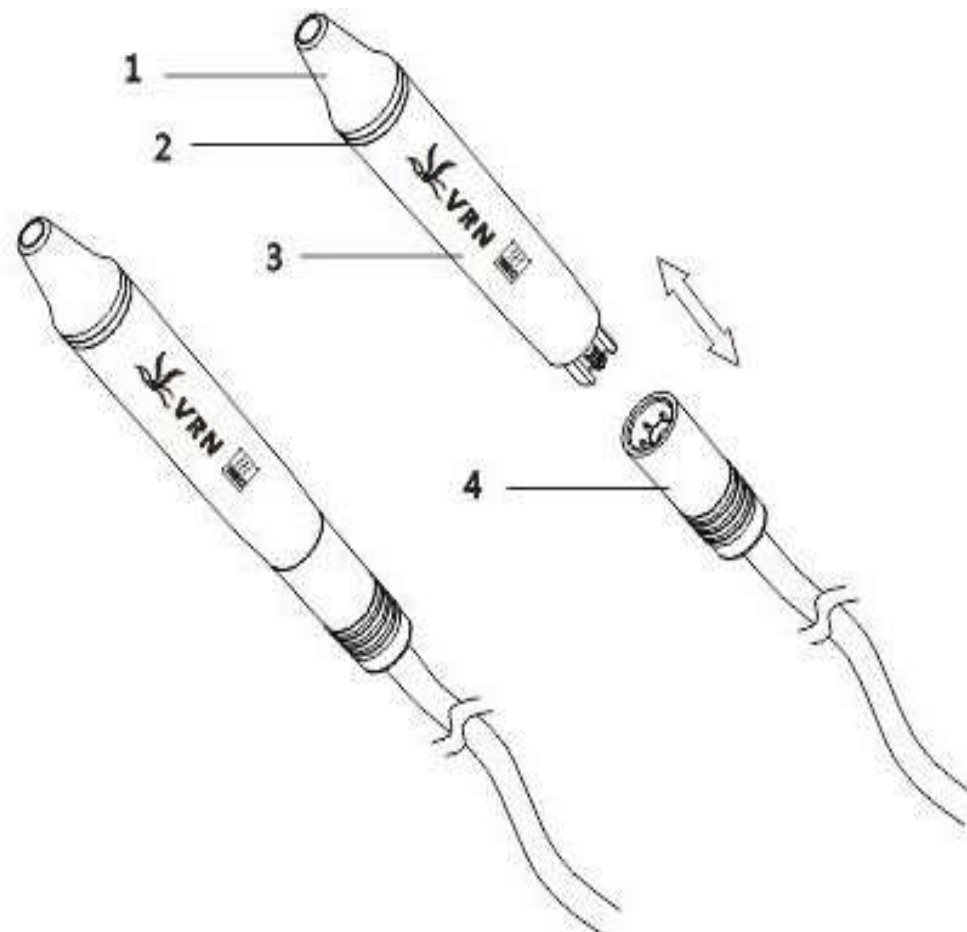
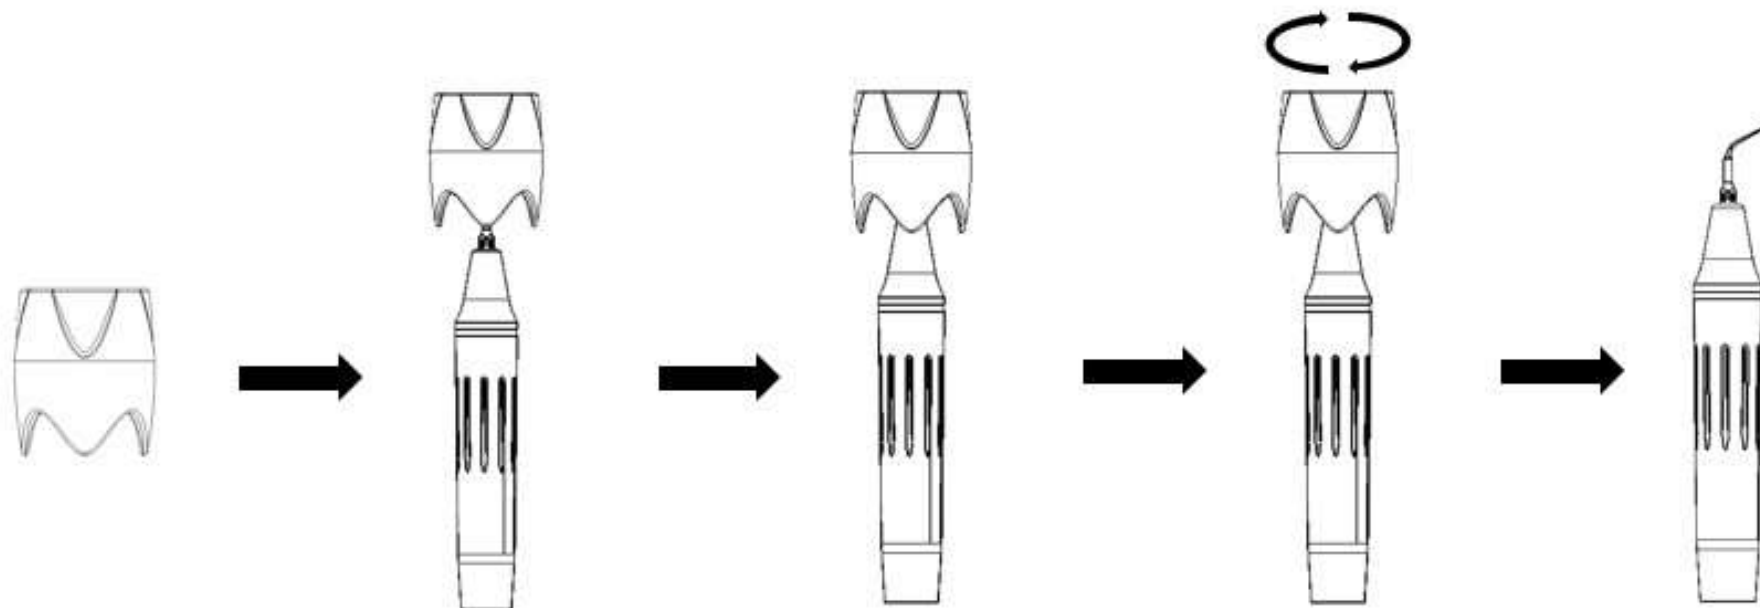

Рисунок 2.6
Рисунок 2.7
У побудові динамометричного ключа використана спеціальна конструкція, яка дає користувачеві ефективно вставляти й виймати насадку та захищає руку користувача протягом використання, а також запобігає подряпинам насадкою під час установа та виймання насадки (див. рис. 2.7):
- 5) Закріпіть насадку на наконечнику динамометричним ключем (див. рис. 2.7), а потім правильно під'єднайте наконечник до гнізда шнура живлення наконечника. Перед установленням наконечника ретельно висушіть з'єднувальний кінець наконечника й гніздо (рис. 2.6).